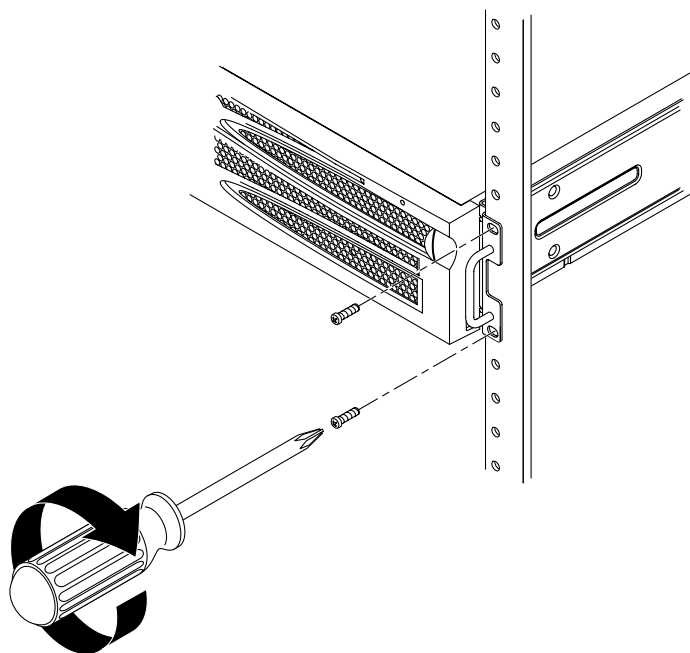

図 3-13 ラックへのシステム正面の固定
15. 両側にねじを 2 本ずつ使用して、サーバーの側面に取り付けたハードマウント固定部品の正面をラックの正面に固定します (図 3-13 を参照)。